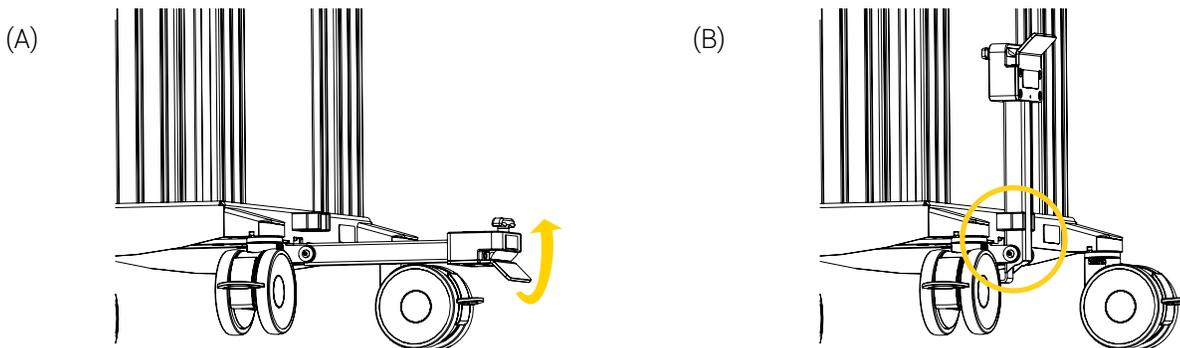

Figure 18 : Pivotement du bras rabattable
4. Pivoter le bras rabattable vers le haut jusqu'à sa position finale, puis appuyer sur le bras pour l'insérer et le sécuriser dans son support à l'aide de votre pied (Figure 18).